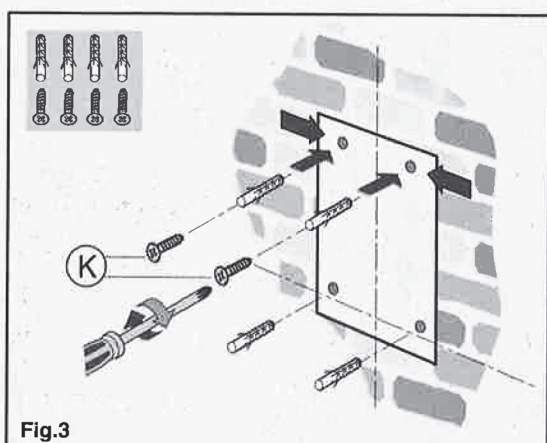

Fig.3
- Segnarla ed eseguire i fori di fissaggio (fig.3).
- Fissare le 2 viti superiori **K** senza avvitare completamente e tasselli ad espansione (fig.3).